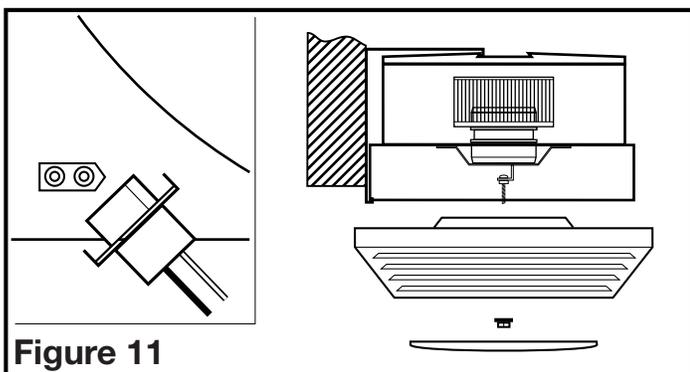

Figure 11
- Après avoir fixé le boulon du réflecteur, soulevez le grille/réflecteur vers le haut, en place, et branchez le réflecteur au réceptacle approprié. Fixez l'assemblée au boulon du réflecteur en utilisant l'écrou borgne et la rondelle de freinage. Installez la lampe fluorescente de 26 watts incluse sur le support de lampe en alignant les goupilles sur la base de la lampe à la douille du support de lampe et pressant vers le support de lampe jusqu'à ce que la lampe s'enclenche en place et soit fermement coincé dans le support de lampe (**Figure 11**).
- Réinstallez la lentille dans le grille (**Figure 11**).